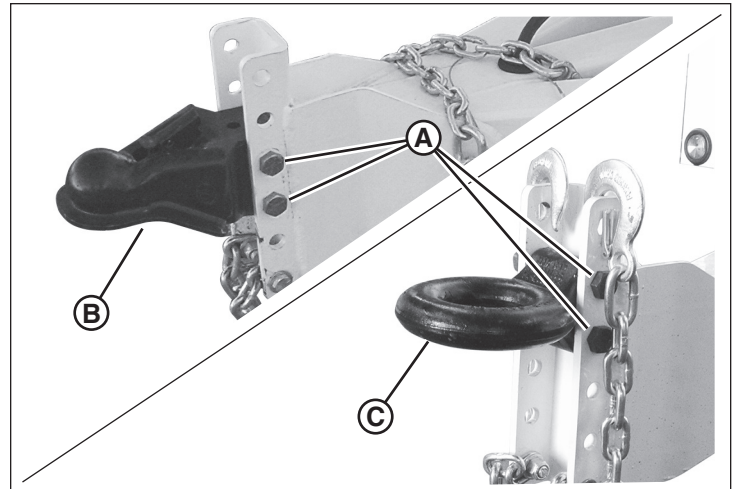

Figure 6
2. Enlever les deux écrous freinés et vis à tête hexagonale (A, Figure 6) qui retiennent l'attelage de remorque (B) ou l'oeil de lunette (C) à la flèche. Jeter les écrous freinés.